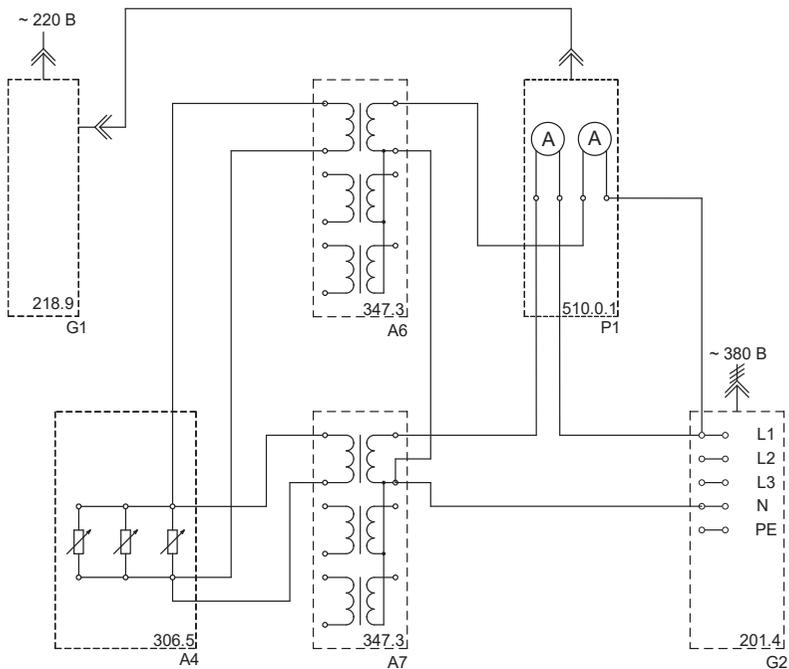

Рис. 1.7
- Соедините аппаратуру в соответствии со схемой электрической соединений, представленной на рис.1.7.